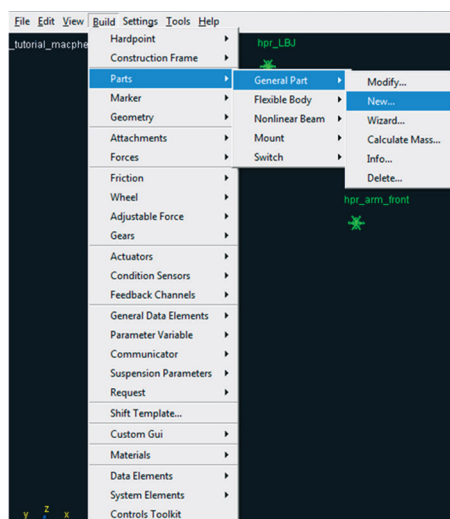

Figura 4.15 – Construção de um *General Part*.
- Para criação do *General Part* acesse o menu *Build* → *Parts* → *General Part* → *New* (Figura 4.15).